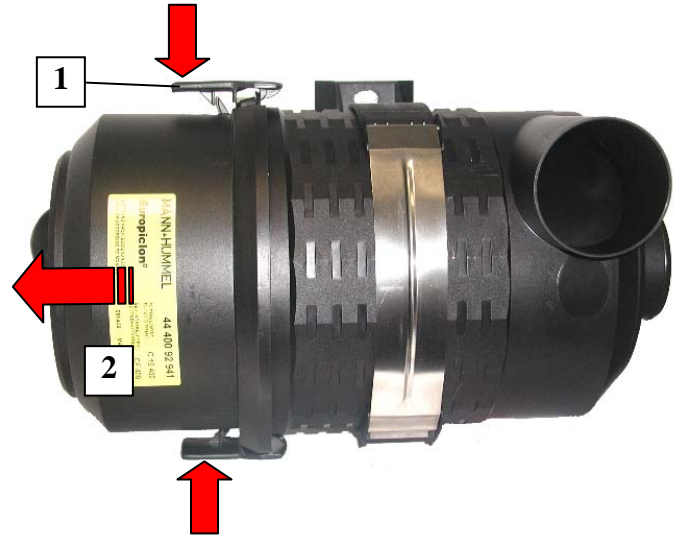

Fig. 4 Extraction de la partie inférieure du corps
- Déverrouiller la fermeture par une légère pression sur les ailettes des crochets de fixation (1) et retirer la partie inférieure du corps (2) (voir Fig. 4).